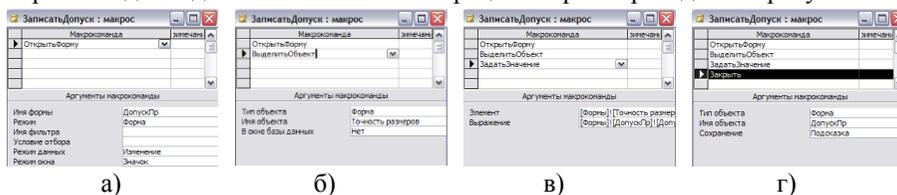

Рисунок 8
**Внимание**  Будьте особо внимательны при заполнении аргументов макрокоманды, представленной на рис.8в. С помощью построителя выражений в строке «Элемент» указывают имя элемента управления, в который необходимо поместить значение, а в строке «Выражение» - имя элемента управления из которого необходимо взять значение.